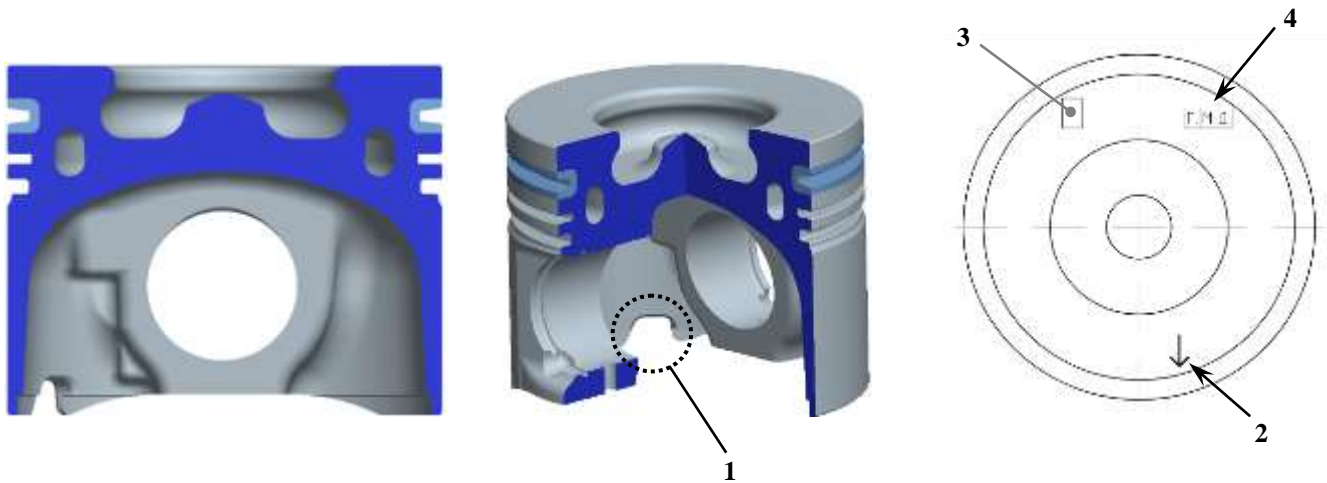

Рис. 13. Поршень:
**Поршень** (рис. 13) – отлит из специального алюминиевого сплава DM104. В головке поршня выполнены камера сгорания омега ( $\omega$ ) - образной формы и канал охлаждения. Масса поршня стандартного размера  $586 \pm 5$  г.
Поршни по диаметру юбки делятся на 3 размерные группы А, В и У. По диаметру отверстия под поршневой палец и массе поршни на размерные (весовые) группы не делятся. Маркировка размерных групп и стрелка-указатель ориентации поршня в блоке цилиндров выбиваются на днище (рис.13).